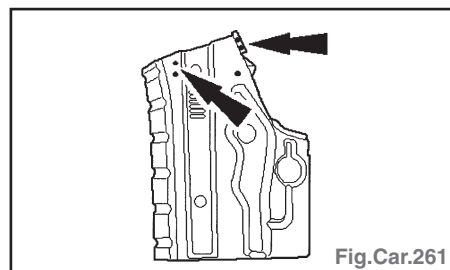

Fig.Car.261
- Percer des trous pour le soudage par bouchonnage (Fig.Car.261).